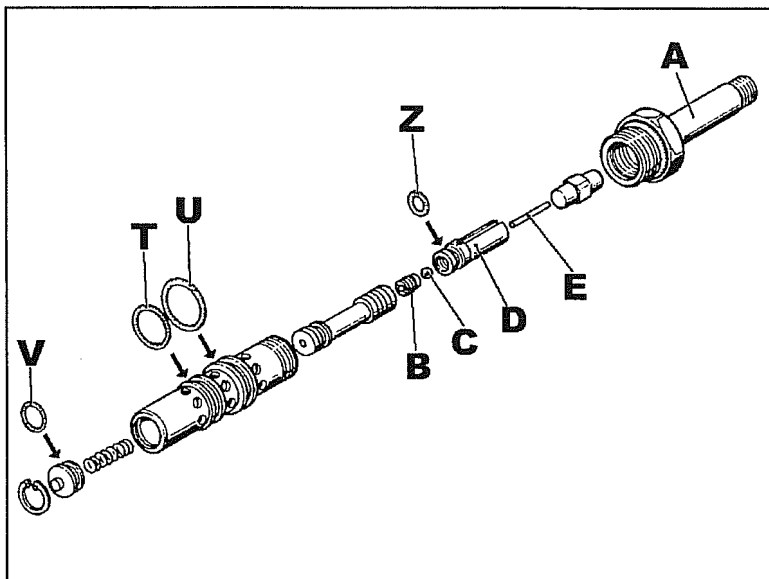
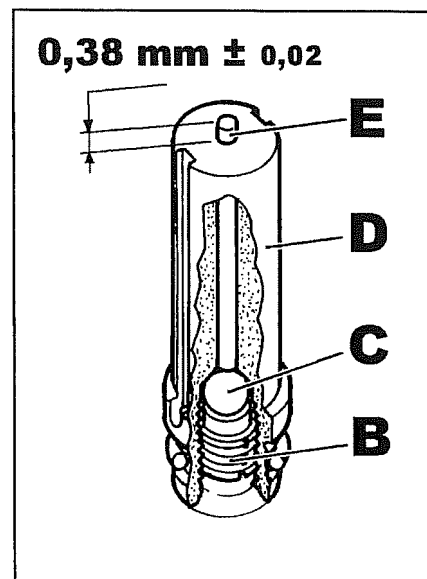

Abb. 20
Abb. 21
- 28 Das Solenoid aus der ausgebauten Gruppe des Magnetventils ausbauen, so wie es in Abb. 20 dargestellt ist.
Die Unversehrtheit der Dichtungsringe **T-U-V-Z** von Abb. 20 prüfen, sie ggf. ersetzen. Alle Bestandteile waschen und trockenblasen, um alle Schmutzreste zu entfernen.
Die Baugruppe **D** Abb. 20, die in Abb. 21 im Detail illustriert ist, braucht nur gewaschen zu werden, nachdem man den Stift **E** herausgezogen hat, dann durch die Öffnungen, die auf dem externen Körper vorhanden sind, durchblasen, ohne die Madenschraube **B** und die Kugel **C** zu entfernen.
- Falls die Madenschraube **B** ausgebaut oder entfernt worden sein sollte, ist beim Wiedereinbau der Teile **B-C-D-E** von Abb. 21 folgendes zu beachten:
- Der Bolzen **E**, gemessen wie in Abb. 21, muß **0,38 mm** überstehen, mit einer Toleranz von plus oder minus **0,02 mm** und die Seite mit dem gewölbten Kopf muß in Richtung auf die Kugel zeigen.